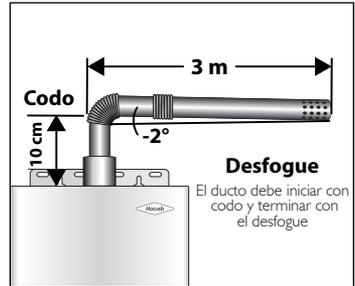

Figura 10.
- Si la instalación es horizontal se debe tener una inclinación negativa de 2 grados (-2°), y se debe mantener **(Ver figura 10)**.
- La longitud máxima del ducto de evacuación con un solo codo es de 3 m horizontal **(Ver figura 10)**.
- La longitud mínima del ducto requerida antes de instalar la longitud total del mismo debe ser 10 cm **(Ver figura 10)**.